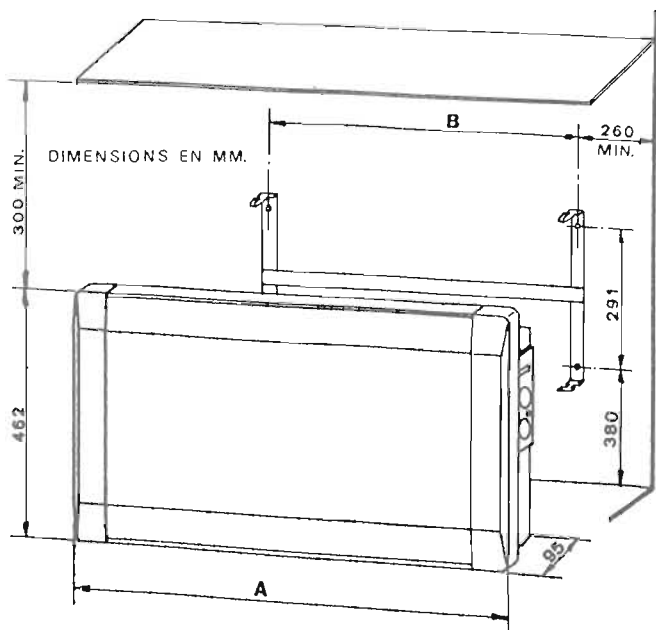

FIG.3
- Diese Strahlerplatte ist fest. Zur montage siehe gebrauchsanleitung fig. 3.
- Dit stralingspaneel is vast. Zie aanwijzingen fig. 3 voor montage.
Efectuar 4 taladros en la pared para colocar. Los tacos de plástico según tabla Fig. 3.
Percer 4 orifices dans le mur et y placer des echevilles en plastique (voir tableau Fig. 3).
Make 4 drill holes in the wall to put the plastic plugs in, as in Fig. 3.
Vier bohrungen an der wand nachen und die plastindübel nach tabelle Fig. 3 einsetzen.
Boor 4 gaatjes in de muur voor de plastic pluggen, zoals aangegeven in de table Fig. 3.